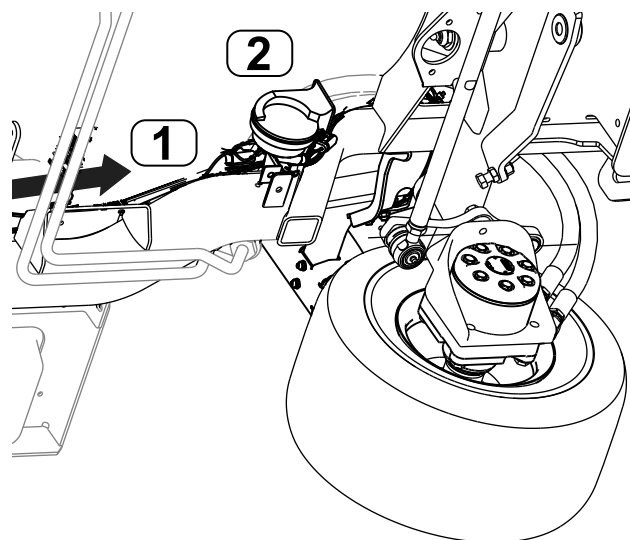

Figura 42
4. Conectai conectorii cablajului de comandă etichetai CLAXON (J01, J02) la claxon (Figura 42).